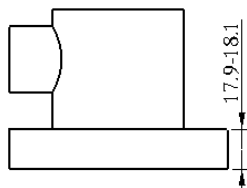
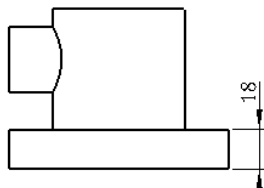
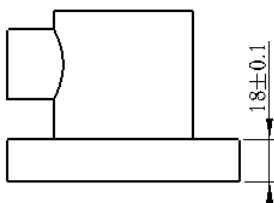
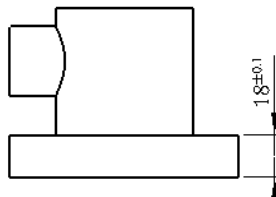

图 5.5.6 尺寸显示（一）
图 5.5.7 尺寸显示（二）
图 5.5.9 尺寸显示（四）
图 5.5.10 尺寸显示（五）
Step5. 在功能区中选择 **注释** → **尺寸** 命令。创建图 5.5.6 所示的尺寸标注，可见尺寸以带有公差的形式显示（尺寸显示为“17.9-18.1”）。
- 配置文件“default_tol_mode”的值有五种选择，它们分别是“nominal”“limits”“plusminus”“plusminussym”和“plusminussym_super”。当将值设置为“nominal”时，尺寸只以公称值的形式显示，如图 5.5.7 所示；当将值设置为“limits”时，尺寸以最大极限偏差和最小极限偏差的形式显示，如图 5.5.6 所示；当将值设置为“plusminus”时，公差以上极限偏差和下极限偏差的形式显示，如图 5.5.8 所示；当将值设置为“plusminussym”时，以对称的形式显示公差，如图 5.5.9 所示；当将值设置为“plusminussym_super”时，以对称的形式显示公差，公差位于公称值的左上角，如图 5.5.10 所示。